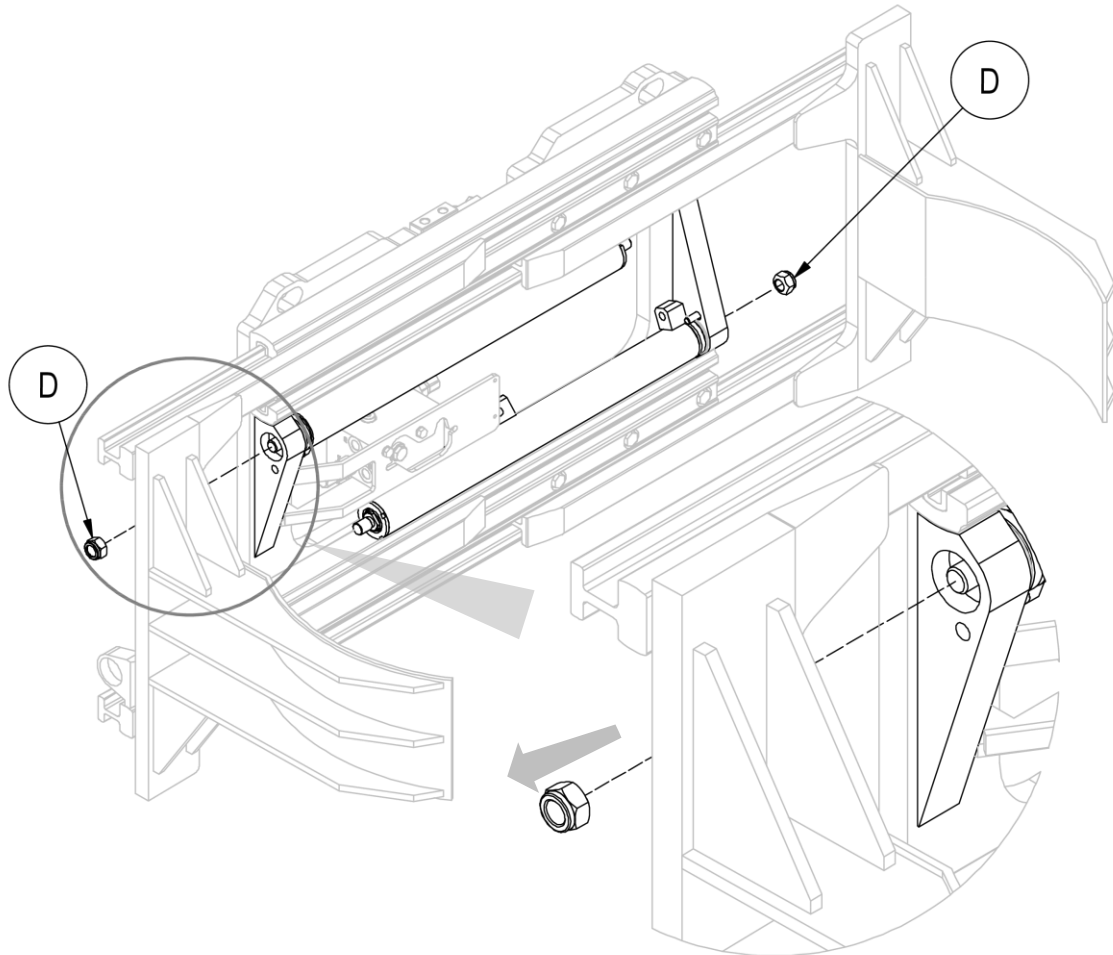

Figura 35
7. Quitar las tuercas **D** que bloquan los cilindros a la estructura del implemento y quitar los cilindros, cuidando a no dañarlos (mira *Figura 35*).